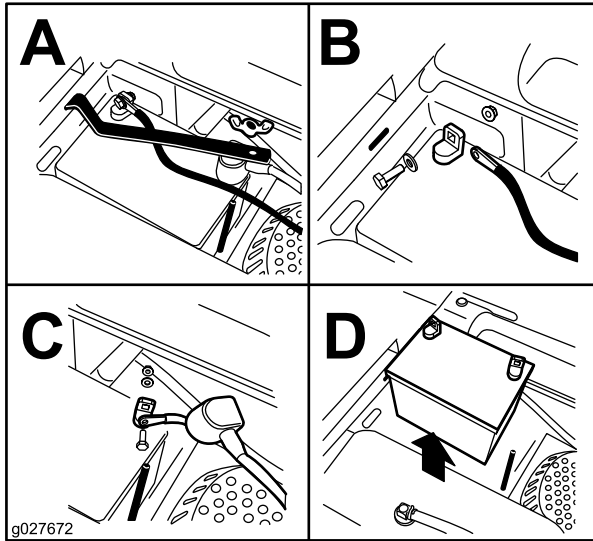

Figura 53
- Toglierete il dado ad alette che fissa la fascetta della batteria (Figura 53).
- Toglierete la fascetta (Figura 53).
- Scollegate prima il cavo negativo della batteria (nero) dal morsetto negativo (-)(nero) della batteria (Figura 53).
- Sfilate la guaina rossa dal morsetto positivo (rosso) della batteria e togliete il cavo positivo (+)(rosso) della batteria (Figura 53).
- Posizionate la batteria nel vassoio, con i poli in posizione opposta al serbatoio del carburante (Figura 53).
- Fissate i cavi con 2 bulloni, 2 rondelle e 2 dadi di bloccaggio (Figura 53).
- Montate la fascetta e fissatela con il dado ad alette (Figura 53).